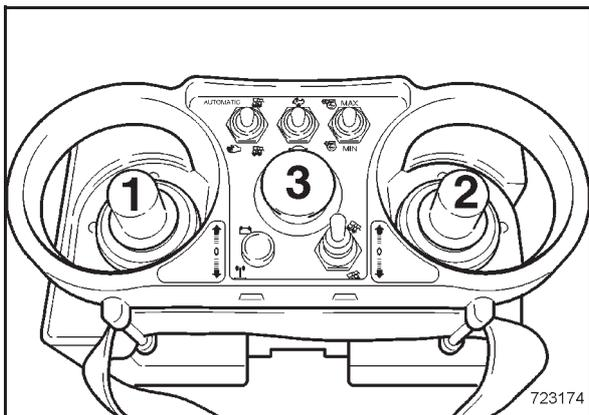

Bild 53
- Bei ausgeschaltetem Sender einen Fahrhebel 1 oder 2 (Bild 53) aussteuern und festhalten.